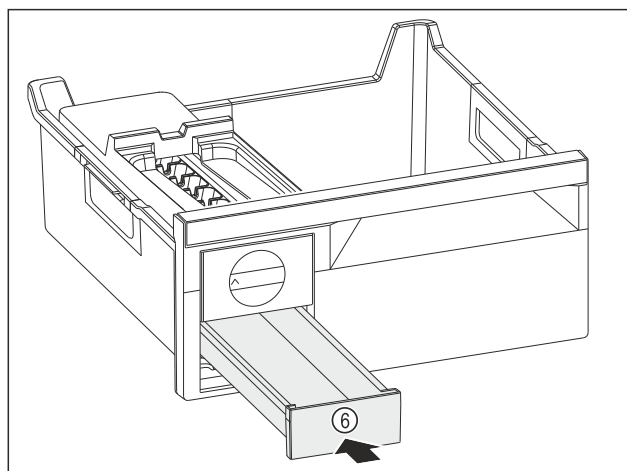

Fig. 148
- Spingere verso l'interno il cassetto del ghiaccio Fig. 148 (6).